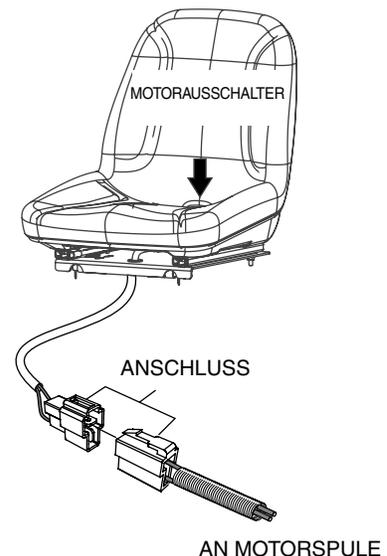

Abbildung 5. Motorauswechsler (Sitz)
4. Verbinden Sie das Kabel „Motoraus Schalters“ (Sitz) mit dem passenden Stecker wie in Abbildung 5 gezeigt.